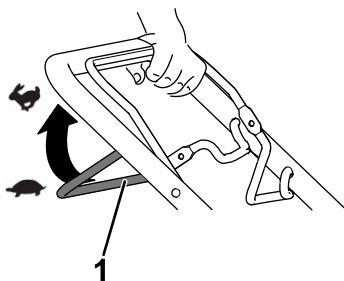

Figura 12
- Para activar la transmisión autopropulsada, tire de la barra de transmisión autopropulsada hasta el manillar y manténgala allí (Figura 12).